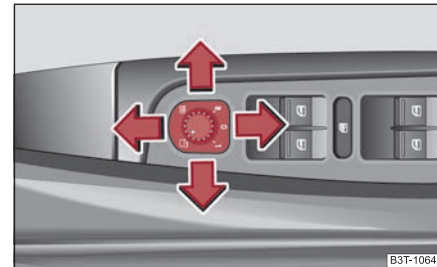

Abb. 76 Türinnenteil: Drehknopf
- Stellen Sie den Drehknopf in die Position  ⇒ Seite 77, Abb. 76.
Wenn der Drehknopf in Position **R** ⇒ Seite 77, Abb. 76 steht und der Rückwärtsgang eingelegt wird, kippt die Spiegelfläche etwas nach unten. Dadurch wird beim Einparken die Sicht zur Bordsteinkante ermöglicht.